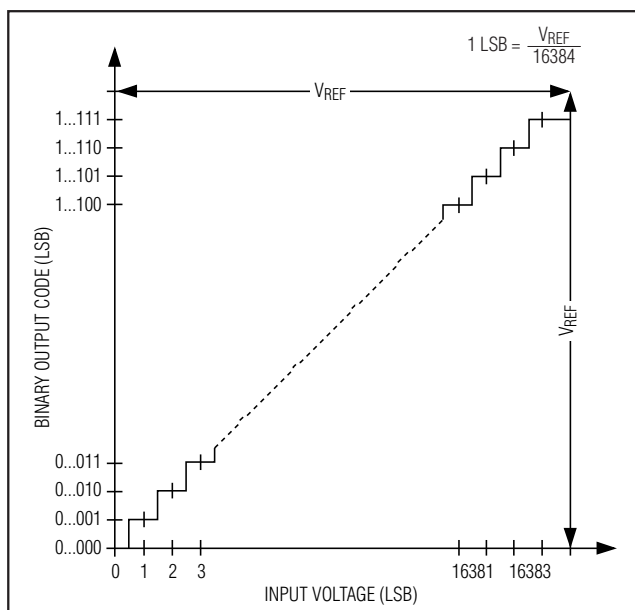
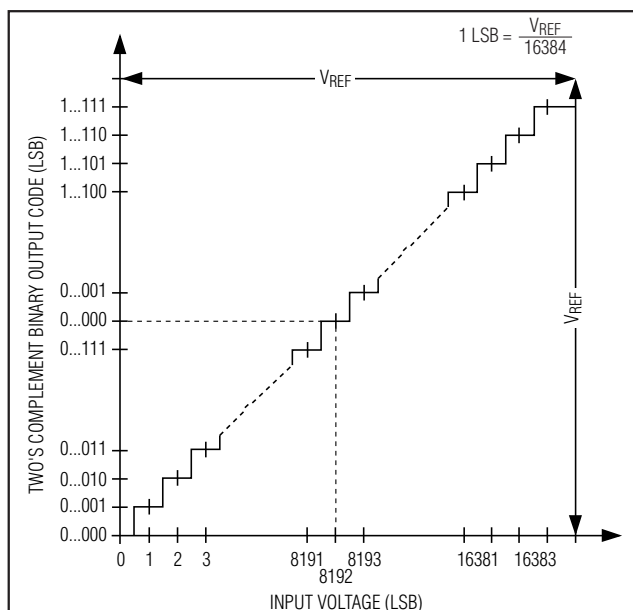

图 14. 单极性传输函数
图 15. 双极性传输函数
在单极性输入模式下，数字输出为标准二进制格式 (图 14)。在双极性输入模式下，数字输出为二的补码格式 (图 15)。数据在 SCLK 下降沿同步输出，MSB 先出。
MAX1146-MAX1149 输出数据编码在单极性模式时为二进制格式, 双极性模式时为二的补码格式, $1 \text{ LSB} = (V_{\text{REF}}/2^N)$, 其中 N 为位数 (14)。量化电平分界点位于相邻整数倍 LSB 值之间的中点。图 14 和图 15 分别为单极性和双极性输入/输出 (I/O) 的传输函数。